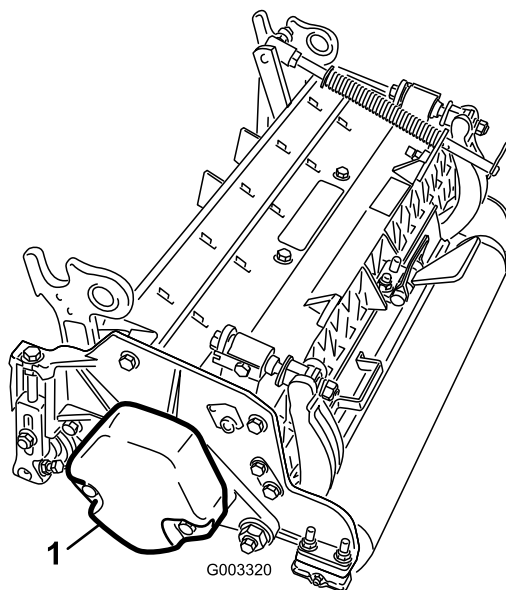

図 4
3. カウンタウェイト 図 4 を、決められた側に取り付けるカッティングユニットのオペレーターズマニュアルを参照。